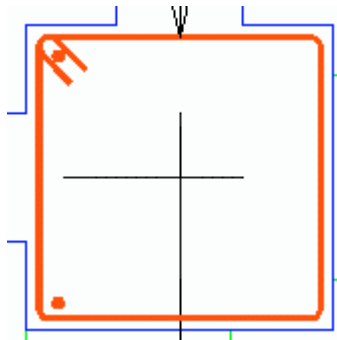

Figura 381: Repartiția primei bare
4. Creați două bare ale repartiției în colțurile stânga jos și sus ale etrierului din secțiunea stâlpului (Vederea de sus – Figura 381).